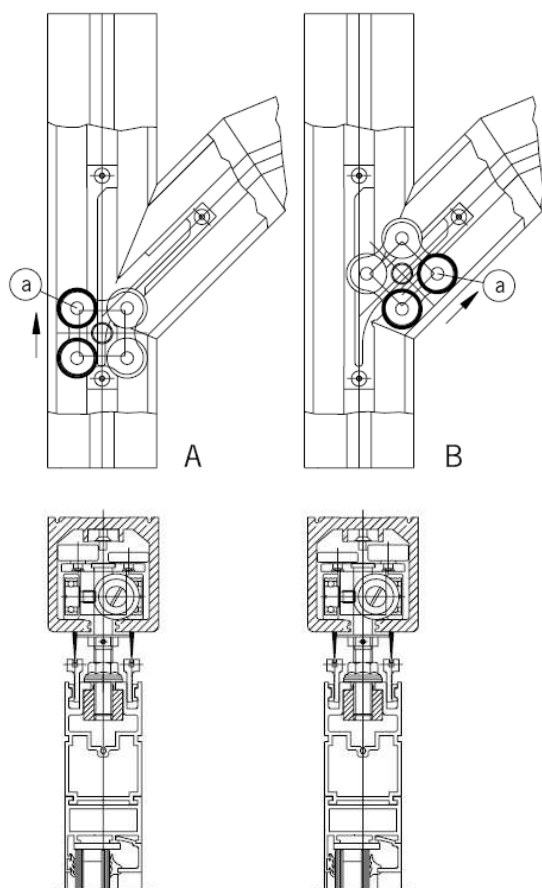

Fig. 5
5. Расположение роликов (Рис. 5):